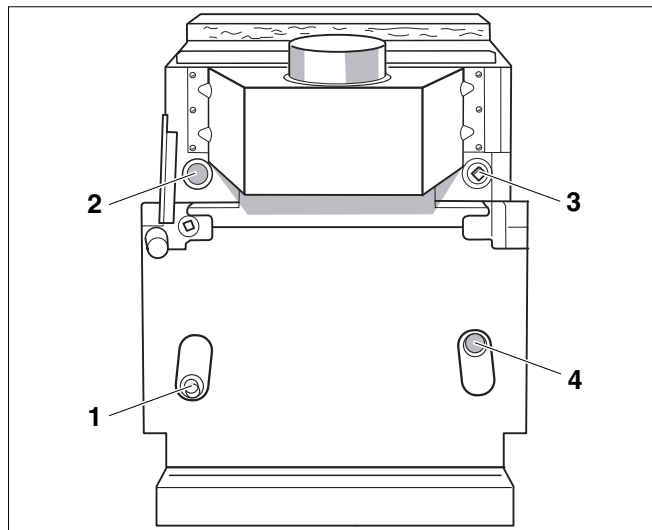

Рис. 10 Подключение водяного контура
- Подключите приборы безопасности на подающей предохранительной линии вне области прерывателя тяги, см. Рис. 10 (а стр. 20).